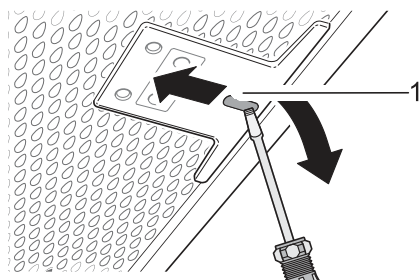

Abb. 20: Falsch eingesetzter Metallfettfilter
1. ➔ Stecken Sie einen kleinen Schraubendreher in die Aussparung (Abb. 20/1) und entriegeln Sie den Metallfettfilter.